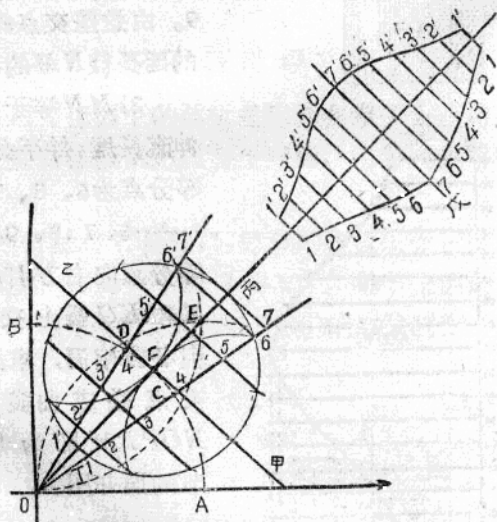

图1-16 四节直角弯头样板展开图
①根据需要弯曲半径，画出 A 、 B 两点；
②以 A 和 B 为中心，画两个弧交叉于弯曲半径圆弧线上 C 、 D 两点的为 30° ，交叉于中心线上 E 处的为 45° ；
③过弯曲半径顶点 F 处，画一十字线；
④以管子外径的一半为半径，以十字线中心 F 为中心画一圆，交十字线于甲、乙、丙、丁四点；
⑤延长两 30° 线 OC 与 OD 与圆相交；
⑥分圆周十二等分，并沿甲乙方向做平行线与 OC 、 OD 相交于 1、2、3、4、5、6、7 与 1'、2'、3'、4'、5'、6'、7' 处；
⑦根据（管子外径 + 样板厚） $\times 3.1416$ 一式，算出样板长度；
⑧延长中心线 OF ，并在延长线上做一十字线戊；
⑨根据样板长度以中心綫戊为中心，向兩端共分十二等分，并在样板全長中画十三條平行綫；
⑩將圓上的長短平行綫 11'.....等，根据順序依次对称地搬在展开图上的十字綫戊的兩边。即得所求展开图(图1-16)。然后，沿綫剪下即为所求样板。